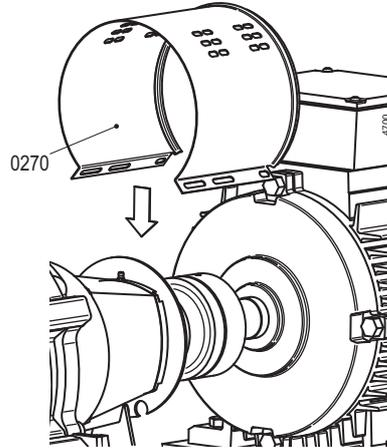

Abbildung 7: Montage des Mantels auf der Motorseite.
- 2 Die beiden Schutzhauben (0270) entfernen. Siehe Abbildung 7.